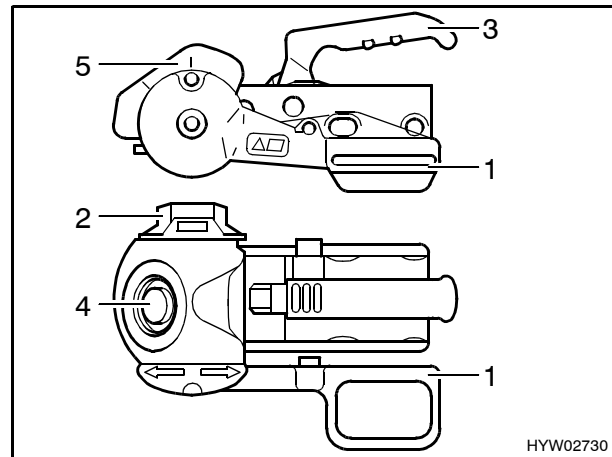

Bild 3 Anhängerkupplung AKS 1300
- Stabilisierungshebel (Bild 3,1) in oberste Stellung bringen.
- Handrad (Bild 3,2) entgegen dem Uhrzeigersinn bis zum Anschlag in Offenstellung drehen.
- Kupplungsgriff (Bild 3,3) nach oben ziehen.
- Sichtkontrolle durchführen: Der grüne Punkt der Sicherheitsanzeige (Bild 3,4) muss sichtbar sein.
- Stabilisierungshebel nach unten drücken, bis die Markierung auf dem Stabilisierungshebel mit der des Stabilisierungsgehäuses (Bild 3,5) übereinstimmt.